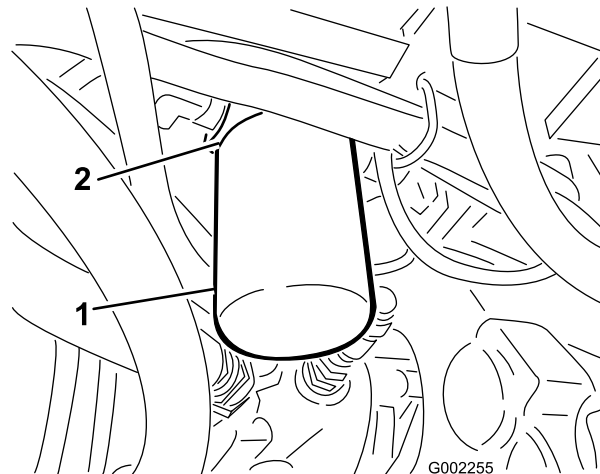

図 59
- フィルタ容器の周辺をウェスできれいにぬぐう (図 59)。
- フィルタを外す (図 59)。
- 新しいフィルタのガスケットにオイルを塗る (図 59)。